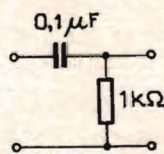

Fig. 4.
12) Hur stor är tidskonstanten för kretsen i fig. 4, om kondensatorn är på 0,1 mikrofarad och motståndet är på 1 k Ω ? a) 1 sekund, b)